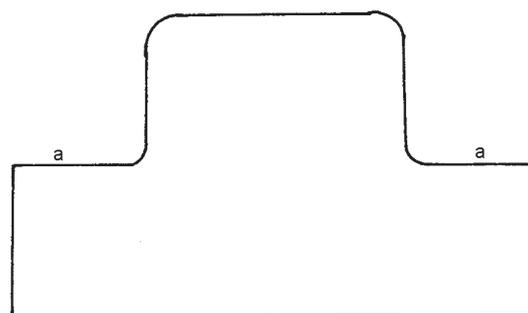

Figura 3
- Corta sobre la línea "a" del rectángulo, como te lo muestra la figura 3.